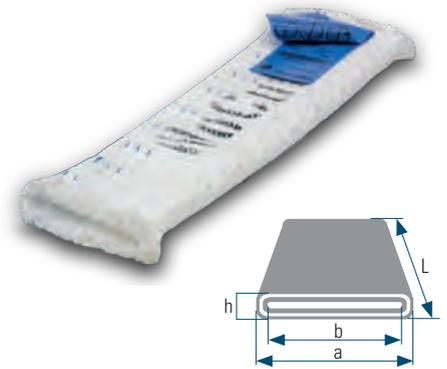

Fig. 3
① Les fourreaux de protection peuvent être montés selon la fig. 3. Le montage en usine selon la fig. 5 se fait sur demande. Autres exécutions livrables sur demande.